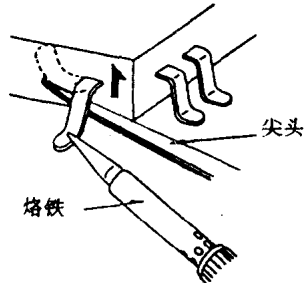

图 G11
(2) 用一根尖头或者无焊锡的线(铁丝)向上一个一个拔起扁平集成电路块的各个脚,同时用一个细头烙铁或热风机给各个脚加热(图 G11)。